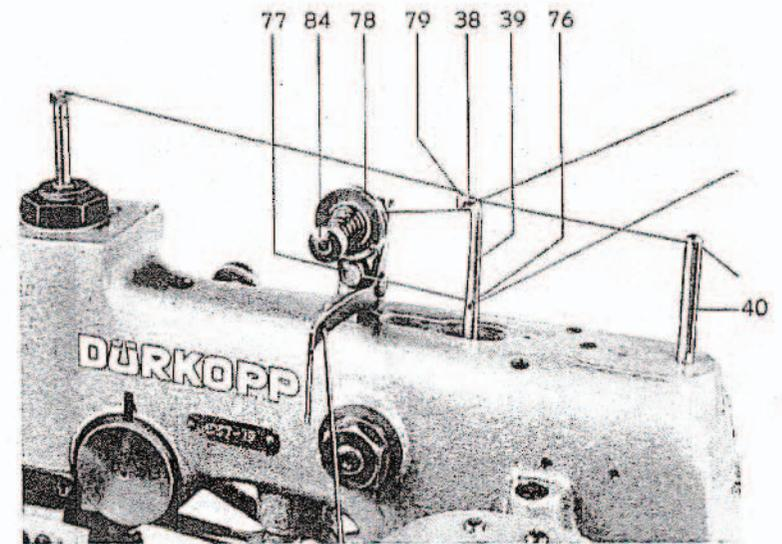

Abb. 21
2. von rechts nach links durch die Bohrung 76 im Fadenhebel 39 (Abb. 21);
Die Oberfadenspannung (Nadelfaden) wird durch Verdrehen der Rändelmutter 84 (Abb. 21) und die Unterfadenspannung (Greiferfaden) durch Verdrehen der Rändelmutter 85 (Abb. 16) reguliert.